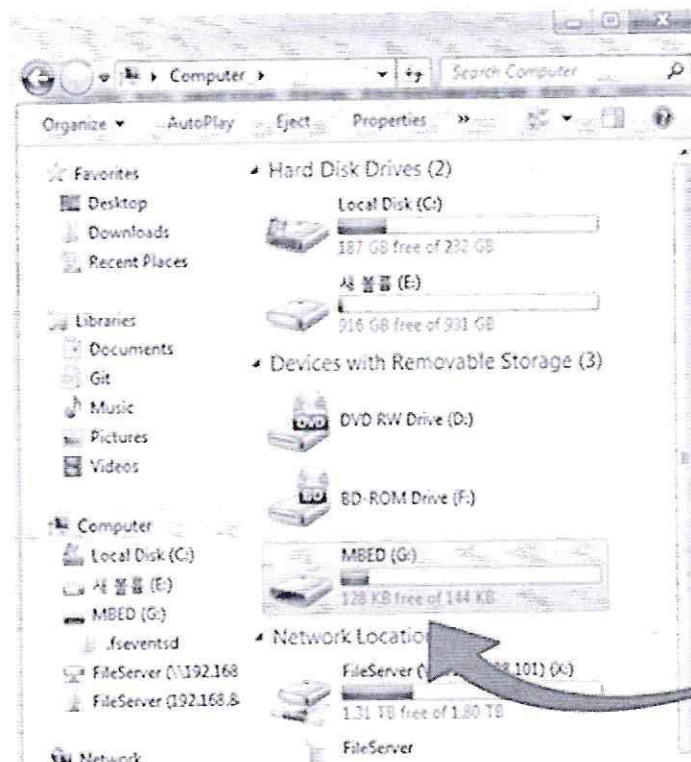

Рисунок 2. Отображение отладочной платы WIZwiki-W7500 в ОС Windows.
3. Убедиться в том, что ПК распознает отладочную плату WIZwiki-W7500 как съемный диск с наименованием **MBED** (см. рисунок 2).